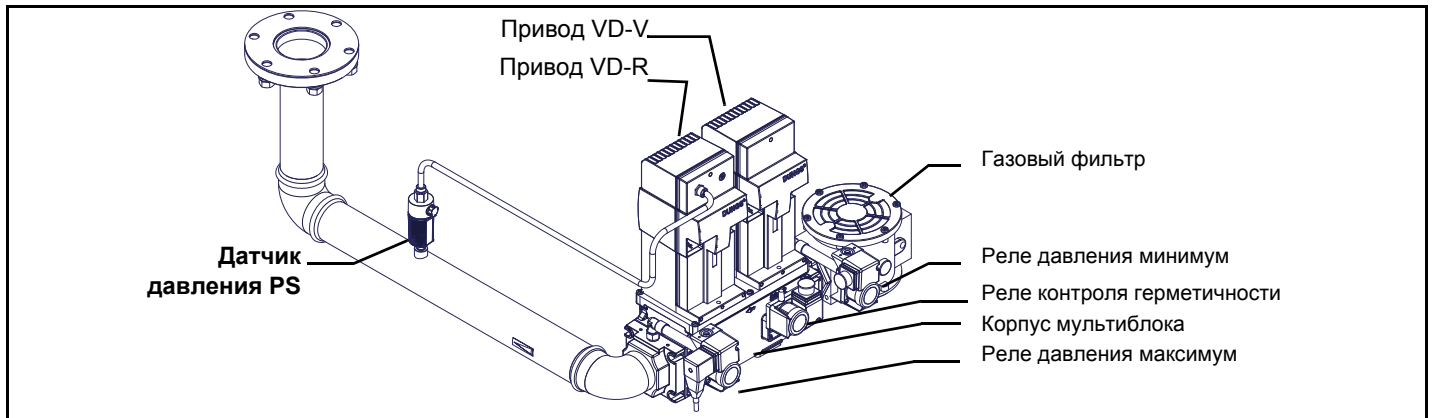

Рис. 14 - Пример газовой рампы
ВНИМАНИЕ: после монтажа газовой ramпы согласно схеме на Рис. 14, необходимо провести тестирование на герметичность газового контура, согласно требований действующих нормативов.
- 1 - б) при фланцевых соединениях: между соседними компонентами устанавливать прокладку (1А..1Е - Рис. 14), совместимую с используемым газом,
ВНИМАНИЕ: после монтажа газовой рампы согласно схеме на Рис. 14, необходимо провести тестирование на герметичность газового контура, согласно требований действующих нормативов.